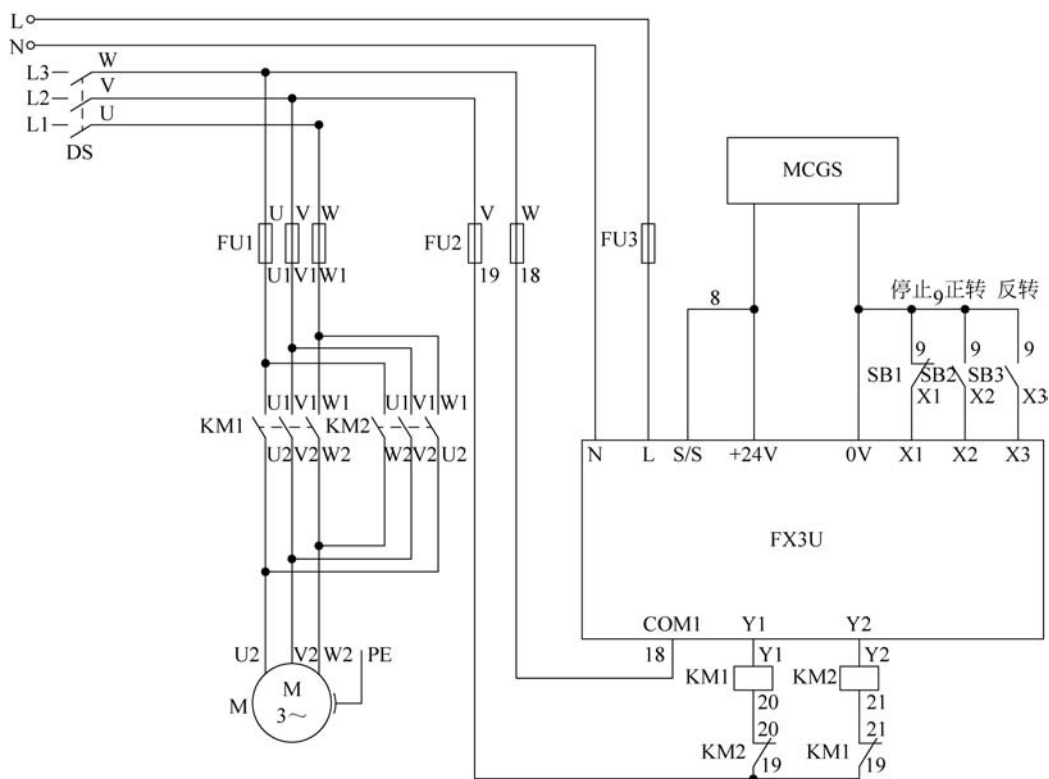

图 3-5 电机正反转 PLC 接线图
(1) 其表现形式是 Y+数字,例如 Y1 代表 1 号输出继电器。输出继电器的表示是八进制的,也就是说数字里面不允许出现 8、9,可以表示为 Y0~Y7、Y10~Y17、Y20~Y27 等,具体的点数可以根据 PLC 的型号确定,例如 FX3U-48MR 表示输出点数为 48 的一半,也就是 24 个,则其表示方法为 Y0~Y7、Y10~Y17、Y20~Y27,其他的依次类推。
(2) 当输出端连接执行元件时候,需要特别注意执行元件的电源,例如区分交流接触器线圈额定电压是 380V 还是 220V,指示灯使用的是 12V 还是 24V 或其他电源。同时需要注意端口的使用,如果需要使用 Y0~Y3,则需要连接 COM1;如果需要使用 Y0~Y4,则 COM1 和 COM2 都需要使用;如果它们使用的是相同的电源,可将 COM1 和 COM2 连接,否则需要单独供电。在实际使用过程中,PLC 应该单独供电,不可与输入端共用,避免电网涌动。
(3) 相反过程,例如正转、反转需要在外部进行硬件电路的互锁,如图 3-5 所示。